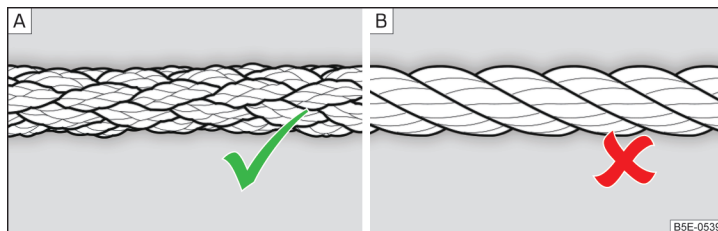

Fig. 344 **Cablul de tractare împletit/cablul de tractare înfășurat**
Pentru tractarea cu ajutorul unui cablu se va utiliza numai un cablu de tractare din fibre sintetice, împletit » fig. 344 - **A** » .
- La tractare nu utilizați cablu de tractare înfășurat » **fig. 344** - **B**, cârligul de tractare s-ar putea desface la autovehicul - există pericol de accident.